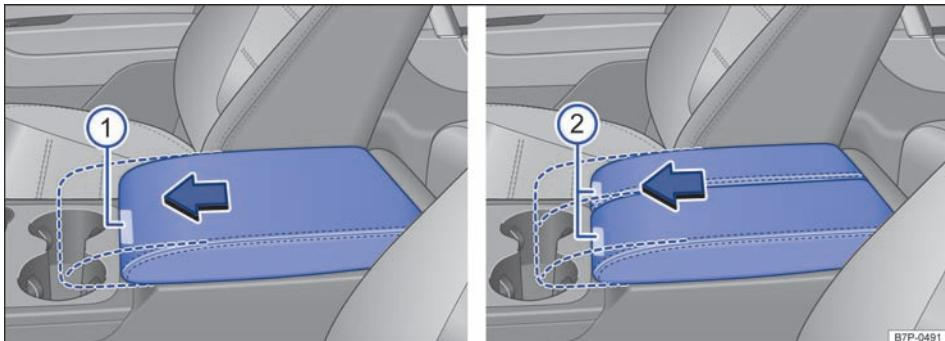

图 60 前座椅之间：单件式或两件式前部中间扶手
沿纵向调整时按压按钮 → 图 60 ① 或 ② 并沿箭头方向向前或往后移动中间扶手的部分。